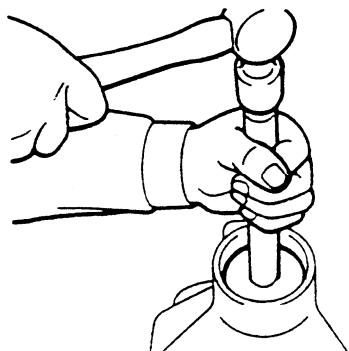

图 4-122 安装驱动小齿轮轴承座圈
(11) 按图4-122所示使用专用工具D-145座圈安装器、C-4171把手将驱动小齿轮轴承座圈装入差速器内。